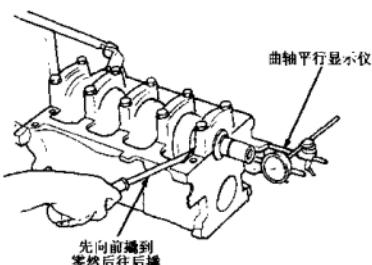

图 1-9 测曲轴之间隙图
(1) 将曲轴推向发动机后部。
(2) 装上数字显示仪，使显示仪的轴与曲柄凸缘相接触，与曲轴平行，如图 1-9 所示。
(3) 数字显示仪调零，将曲轴向前推并记下读数。
(4) 如果轴向间隙超过了磨损极限，则更换止推轴承，在装新轴承之前检查曲轴止推面是否损坏。如果轴向间隙比最小磨损极限还小，检查轴承止推面是否刮伤、有毛刺、刻痕或弄脏。如果止推面没有损坏也没有弄脏，可能是定位没有定好。